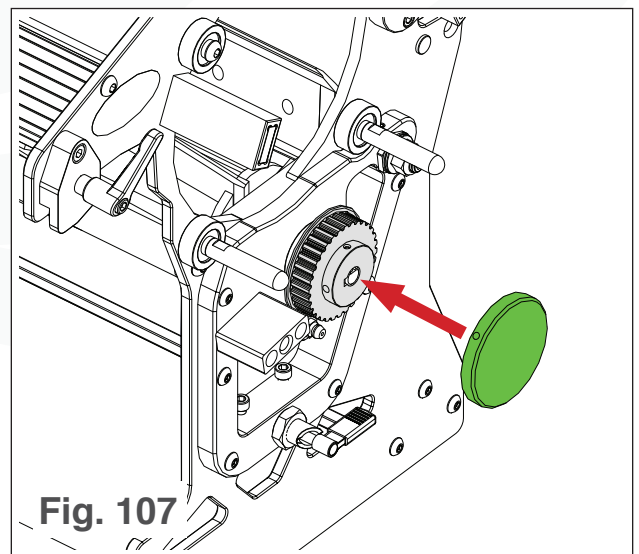

Fig. 107
40. Coloque la tapa de la polea de la cuchilla sobre la rueda de la polea de la cuchilla (ver Fig. 107).